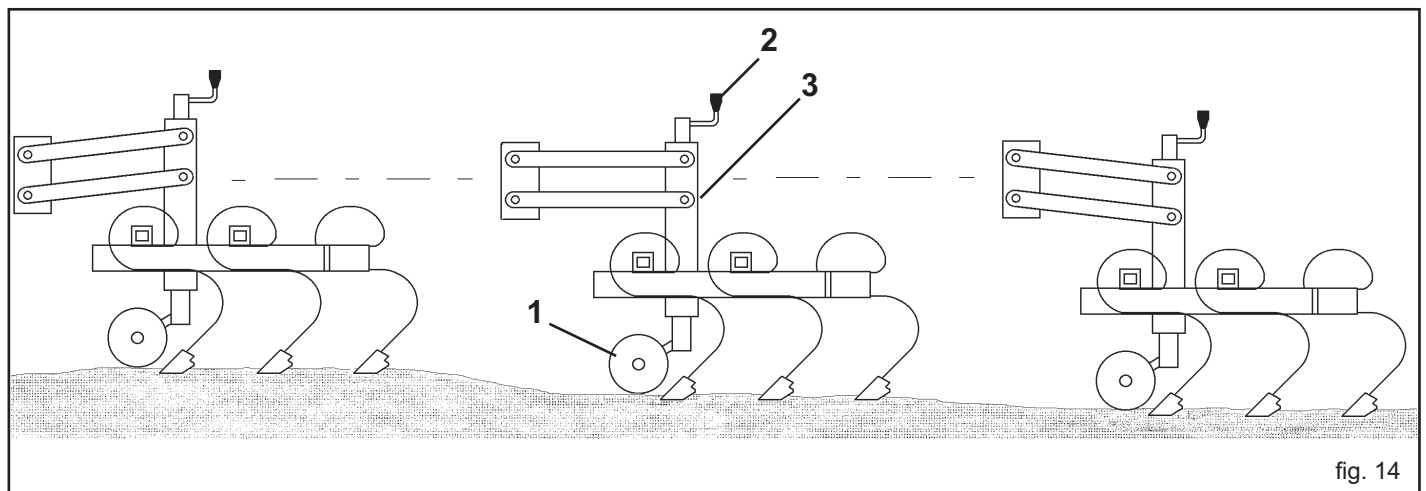

fig. 14
- Graduar la profundidad de trabajo variando la altura de las ruedas anteriores (1, Fig.14) moviendo la manivela (2). Un indicador numerado (3) permite graduar todos los elementos a la misma medida.
El elemento en forma de paralelograma consiente escarificar hasta terrenos no perfectamente llanos, garantizando una profundidad de trabajo constante. La profundidad de trabajo se ajusta actuando sobre la rueda del elemento (1, Fig. 14).